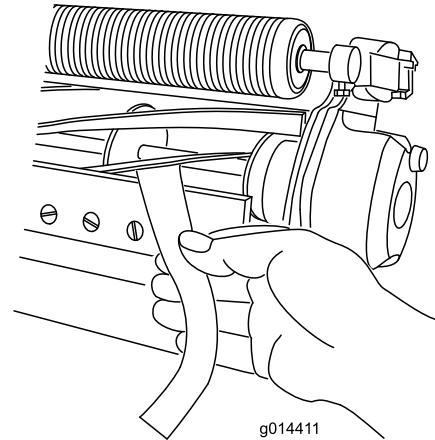

図 5
11. 切れ味確認用のペーパーを一枚、リールと下刃との間に直角に差し入れて、カuttingユニットの切れ味をテストする図 5。ゆっくりとリールを回転させて紙が切れれば合格である。